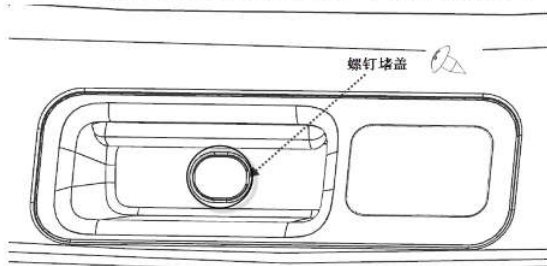

图 10-2-1 后背门扣手盒堵盖的拆卸示意图
- (1) 如图 10-2-1, 先用缠有柔性胶带的一字起翘起箭头处的螺钉堵盖, 将堵盖拆除; 用十字起拧开里面的十字槽盘头螺钉。